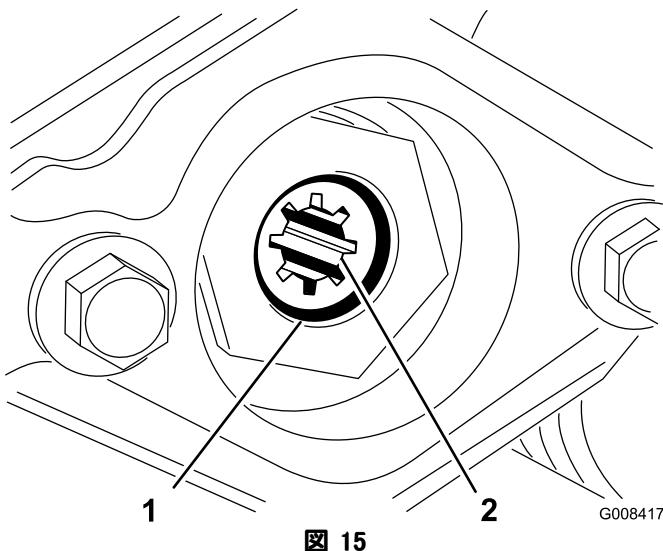

図 15
- D. 駆動カップラをリール・チューブに固定しているスナップ・リングを取り（図 15）。駆動カップラを取り外す。